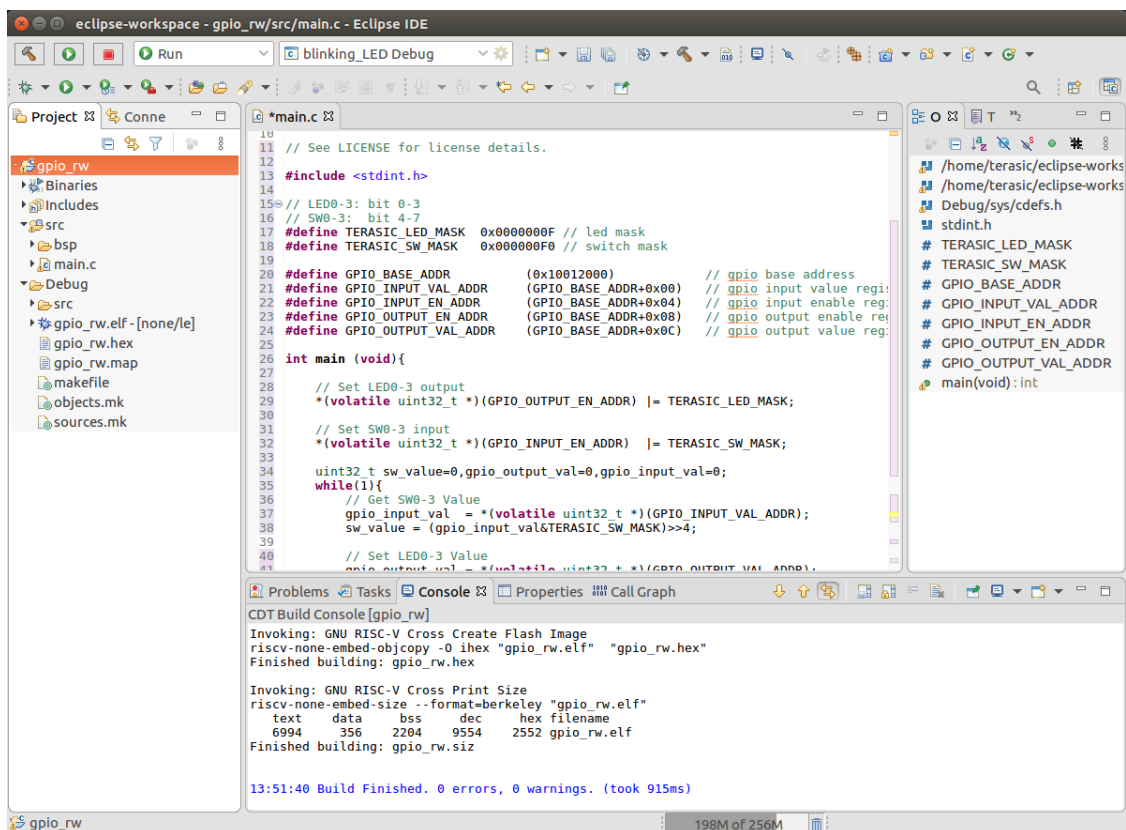

图4.3.14 删除 blinking_LED.map 文件
3. 右键 Debug 下拉选项中的 "blinking_LED.map", 点击 Delete, 删除完成后如图 4.3.14 所示。